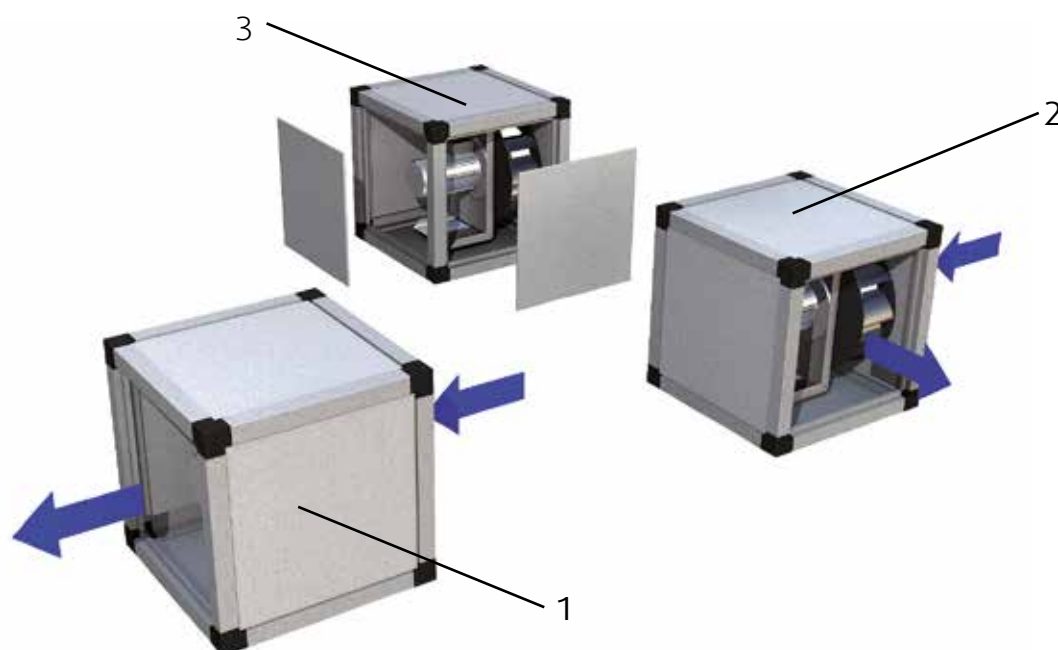

Fig. 11: MUB med varierade möjligheter för utblås
- ☞ Stäng den andra sidan med denna sidopanel (se bild. 11).